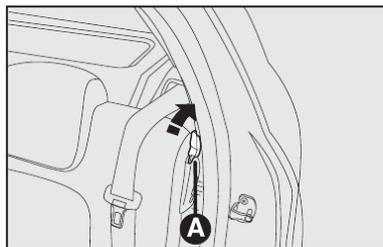

fig. 98
4) Desencaixar o encosto, movendo as alavancas laterais **A-fig. 98** no sentido da seta.
Para isso, destravar a alavanca da direita ou da esquerda **A-fig. 98** e rebater para a frente o encosto até obter uma única superfície de carga.